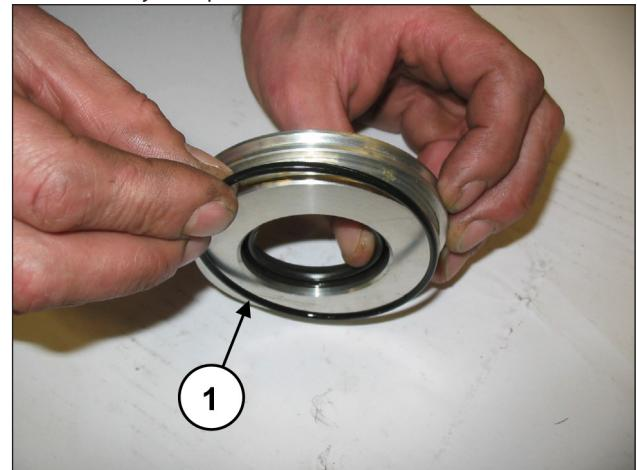

Fig. 94
Placer le joint torique (rep. ①, Fig. 94) dans le siège du couvercle de joint Spi.